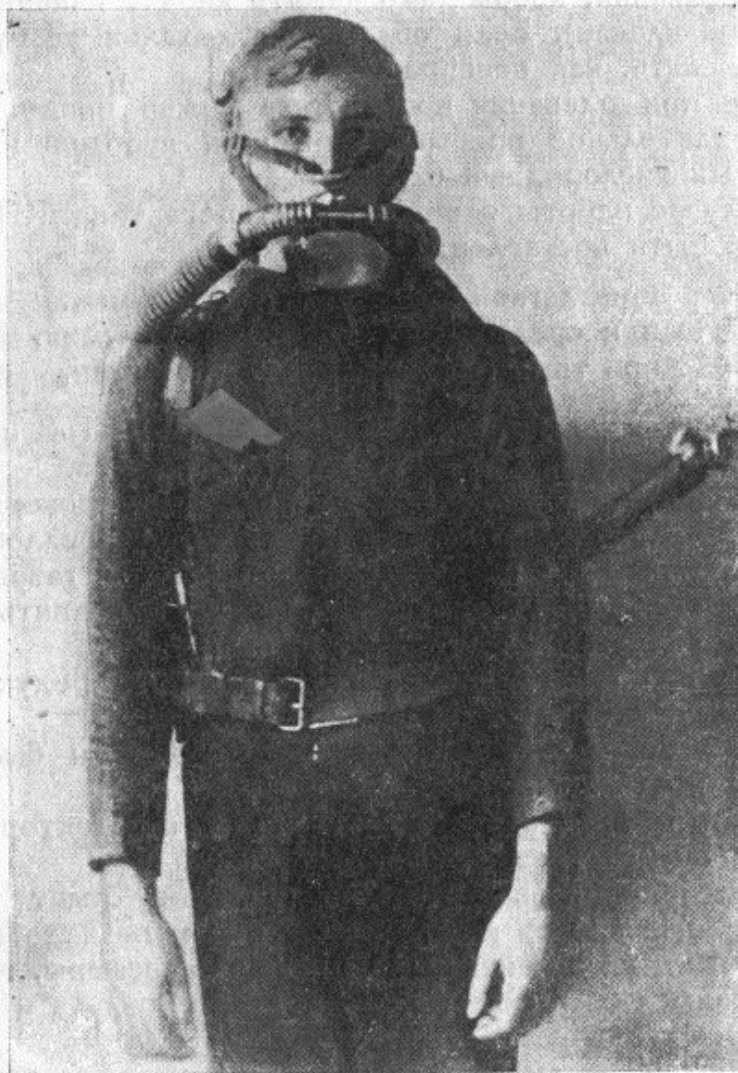

Рис. 6. Применение загубника и носового зажима.
68. Прибором можно пользоваться применяя вместо маски загбуник и предотвращая дыхание через нос особым носовым зажимом (рис. 6). Однако пользование прибором в таком виде не рекомендуется.